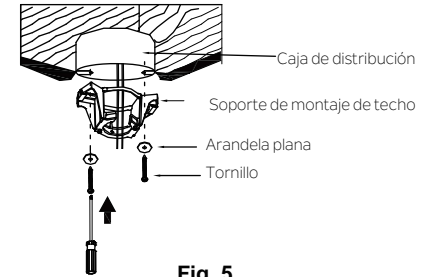

Fig. 5
Paso 1. Antes de acoplar el ventilador con la caja de distribución eléctrica (no incluida), asegúrese de que la caja esté bien ajustada a por lo menos dos puntos de un elemento estructural del techo (una caja suelta podría provocar el tambaleo del ventilador). Pase los cables de alimentación de 120 voltios desde la caja de distribución eléctrica a través del centro del soporte de montaje de techo. Instale el soporte de montaje con la caja de distribución eléctrica en el techo utilizando los tornillos y las arandelas que se incluyen con la caja de distribución o los tornillos y arandelas de la bolsa de piezas metálicas. (Fig. 5)